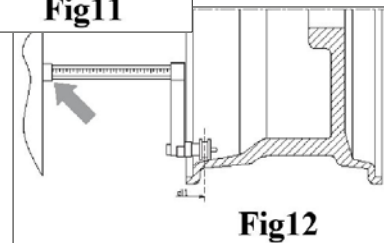

Fig12
3. Hvis den valgte programtype er ALS2, træk afstandssensoren ud og placer den på det plan, der er valgt til den indvendige vægt, som vist i Fig. 12.